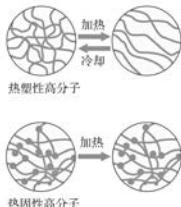

图 4.19 热塑性塑料与热固性塑料受热时结构变化示意图
不少塑料受热时会软化、发生流动而变形，冷却后又会硬化并保持一定形状，这种现象可交替反复进行，这种性质被称为热塑性，大多数线形或支链型聚合物具有这种性能。有些高分子材料成型后内部分子链之间产生交联，形成三维的网状结构，当再次加热时就不能再变软流动，我们称这种性质为热固性，酚醛树脂等高分子具有这种性能（图 4.19）。
- 教师可以分别加热聚乙烯和酚醛树脂，观察发生的变化，加强学生对热塑性与热固性的体验。将两种高分子化合物的结构简式与图 4.19 进行对比，充分理解物质结构对性质的影响。